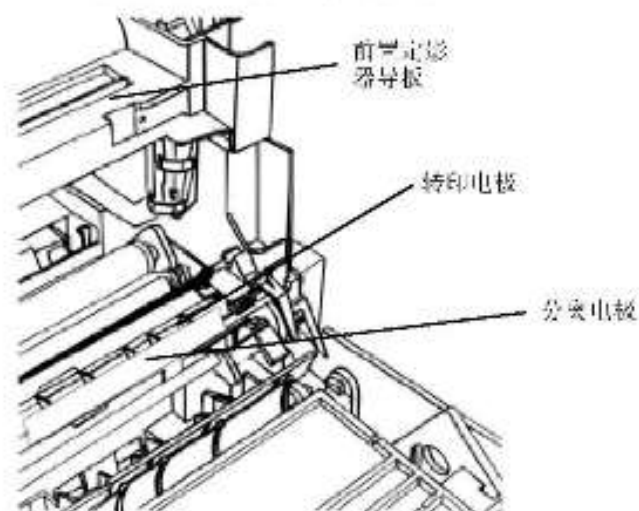

图7 前置定影器导板/转印/分离电极
- 清洁转印 / 分离电极 (图 7)。
- 确保没有纤维留在电极或电极框架上 (图 7)。